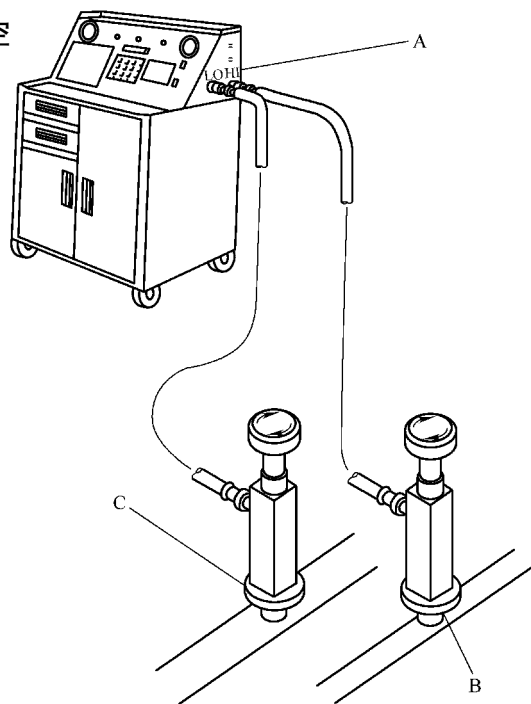

图 20-2 连接制冷剂回收加注机抽真空
1) 如图 20-2 所示，使用装配在软管端部的切断阀将空调维修中心 A（制冷剂回收加注机）的高压侧（红色）软管或低压侧（蓝色）软管连接至车辆空调系统高压检修口 B 和低压检修口 C 上。打开切断阀阀门以压下检修口的单向阀。